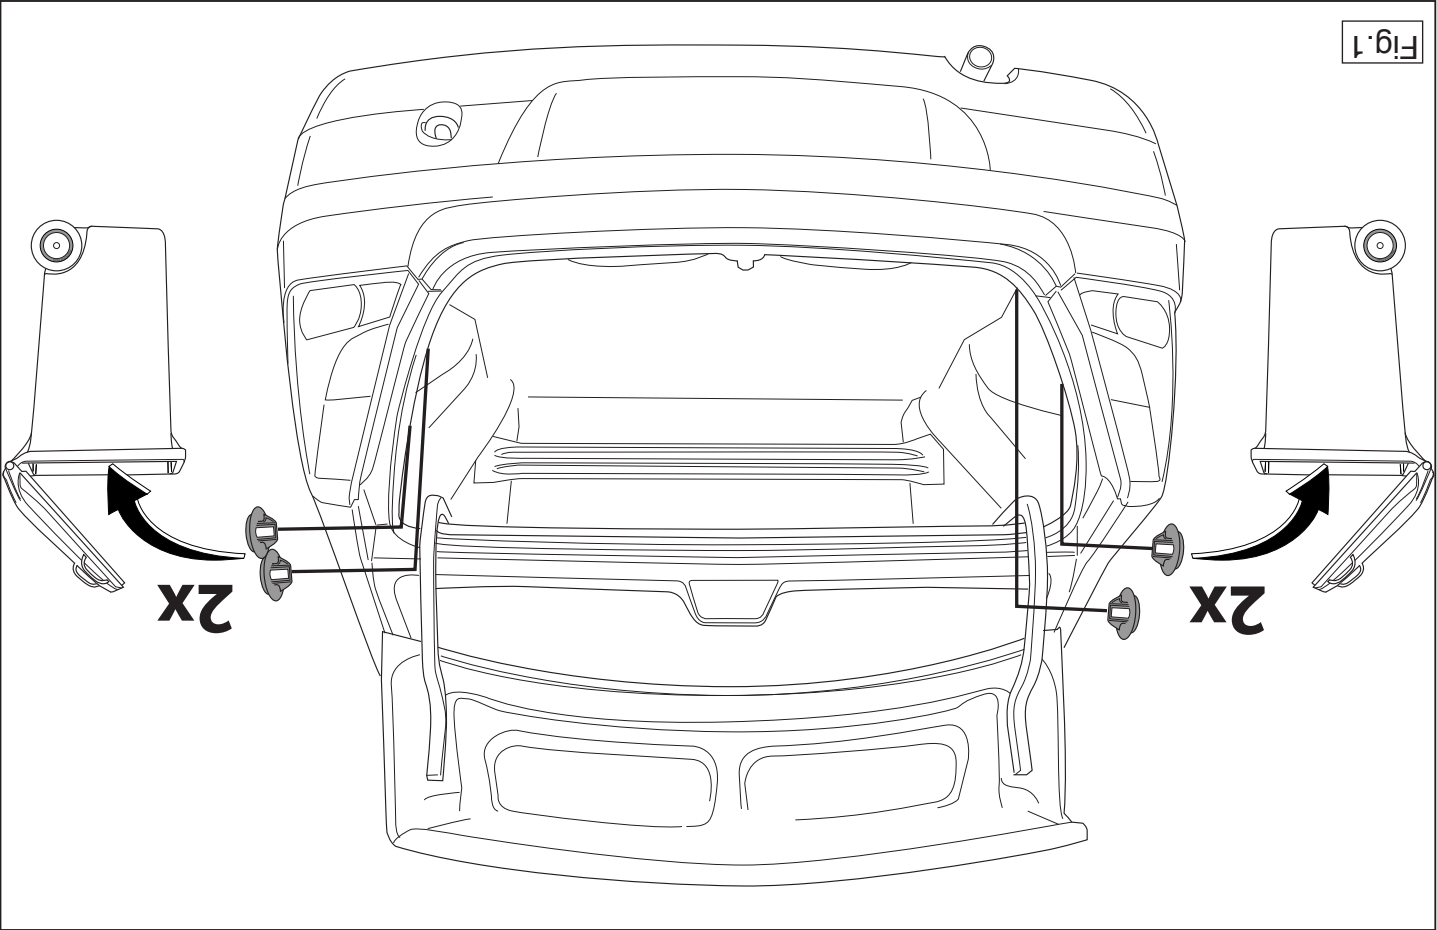

Fig. 1
5. Verwijder t.p.v. de aangegeven punten de rubberen doppen (zie fig. 1).
5. Remove the rubber caps at the points indicated (see fig. 1).
5. Bei den angegebenen Punkten die Gummikappen entfernen (siehe Abb. 1).
5. Enlever les bouchons en caoutchouc à l'emplacement des points indiqués (voir la fig. 1).
5. Avlägsna gummikåporna vid de markerade punkterna (se fig. 1).
5. Fjern gummikapslerne ved de markerede punkter (jævnfør fig. 1).